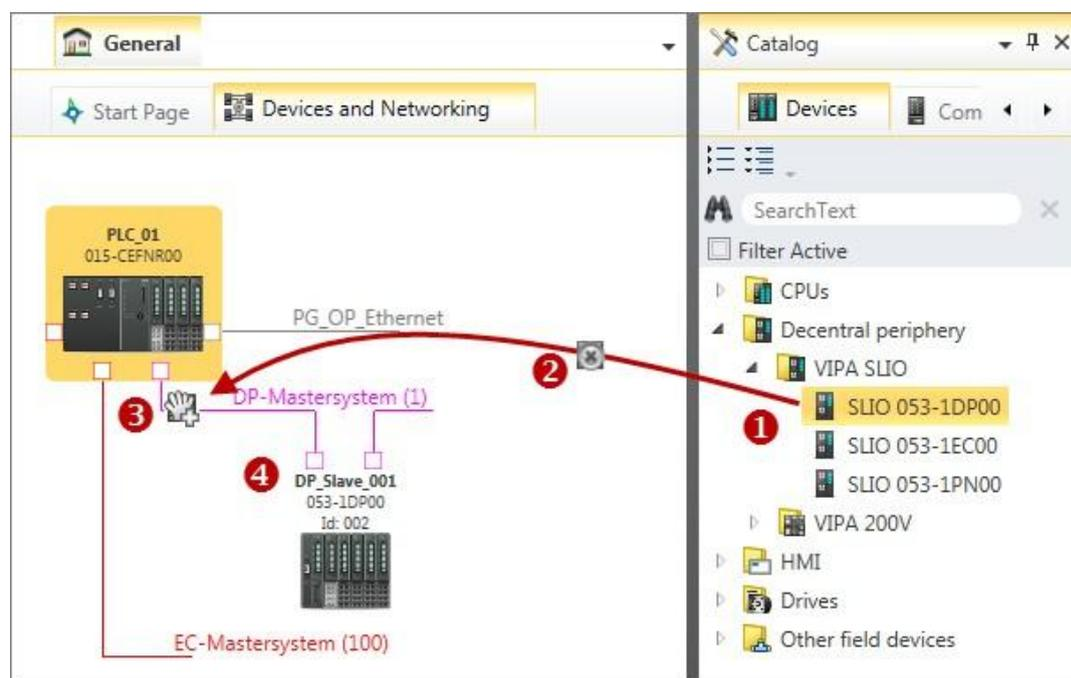

Рис. 59. Добавление ведомого устройства через каталог оборудования.
- **Каталог:** Перетащите нужное ведомое устройство из раздела "*Device templates*" панели каталога (➔ *Раздел 4.10 "Панель каталога "Catalog" на стр. 34*) к соединительной линии промышленной сети в окне редактора "*Devices and networking*" (*Устройства и сети*) (см. рис. 59). Ведомое устройство добавится в проект и отобразится в дереве проекта.